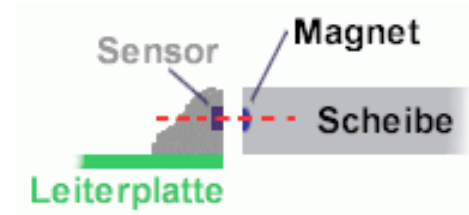

Abbildung 5 Korrekte Ausrichtung von Magnetring und Sensor.
- Dabei darauf achten, dass sich die Magnete in dem Magnetring auf Höhe des Sensors befindet, siehe Abbildung 5 auf Seite 9.